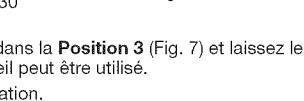

Fig. 8
AVERTISSEMENT : évitez tout démarrage accidentel. Tenez-vous en position de démarrage lorsque vous tirez sur la corde de démarrage (Fig. 8). L'opérateur et l'appareil doivent tous deux être en position stable pour éviter des blessures graves.
- Accroupissez-vous en position démarrage (Fig. 8). Appuyez sur le verrouillage des gaz et appuyez sur le levier de contrôle des gaz. Tirez vivement le lanceur à cinq reprises.